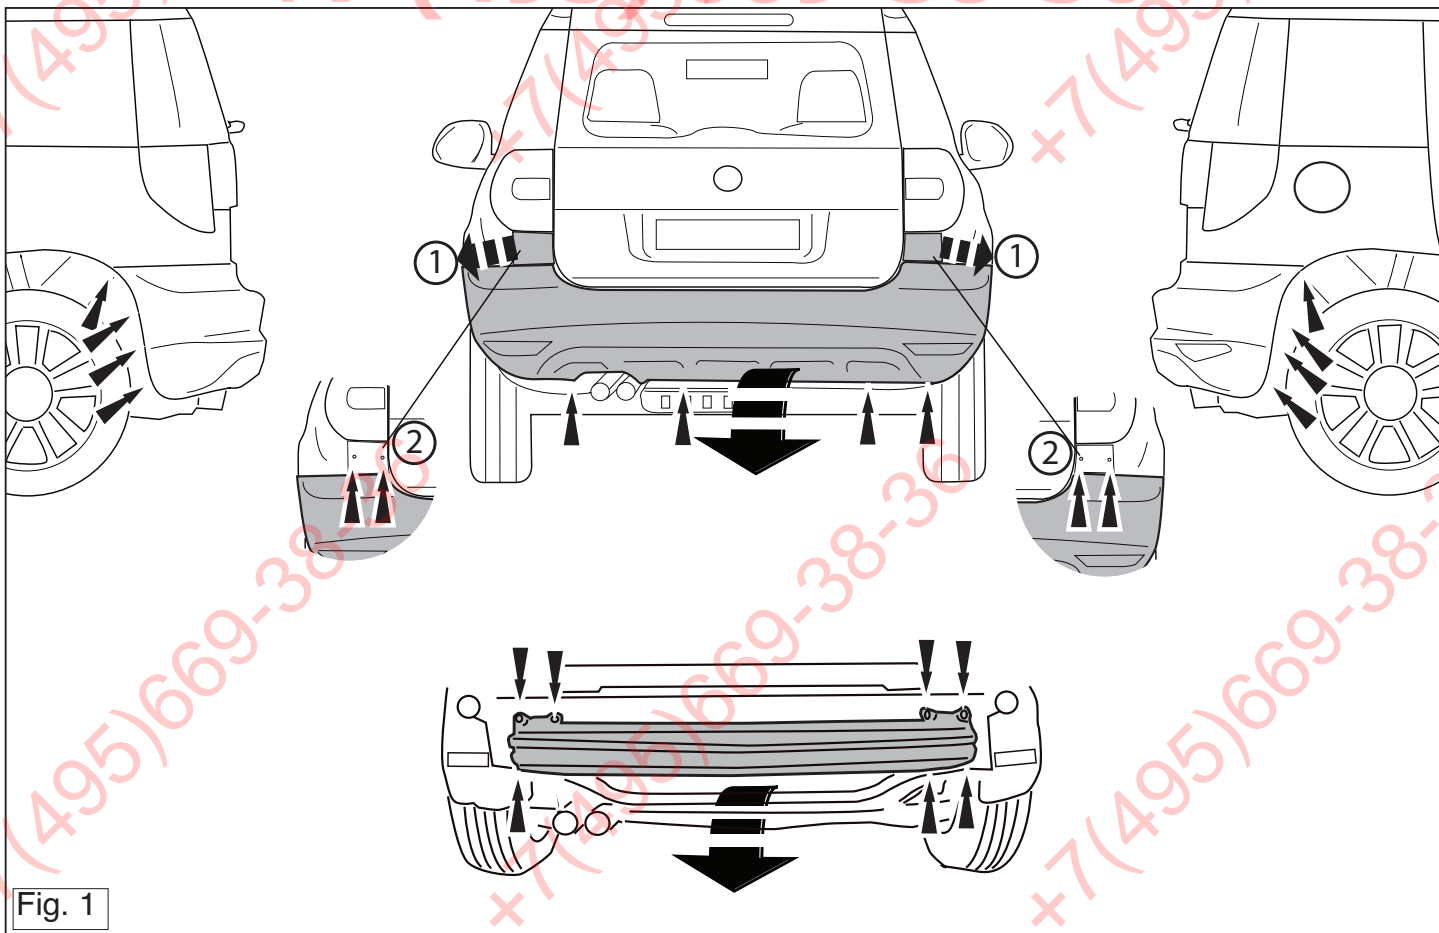

Fig. 1
1. Remove bumper (Torx head screws around each wheel arch, along lower edge of rear panel, beneath each light cluster (light cluster must be removed), and the steel buffer beam from the vehicle. The buffer beam will no longer be needed. Replace the bolts. See figure 1.
1. Die Stoßstange einschließlich des stählernen Stoßbalkens vom Fahrzeug abmontieren. Der Stoßbalken wird nicht mehr benötigt. Die Schrauben wieder anbringen. See figure 1,
1. Déposer le pare-chocs du véhicule y compris la traverse en acier ; la traverse ne sera plus utilisée. Remettre les boulons de fixations en place. Voir la figure 1.